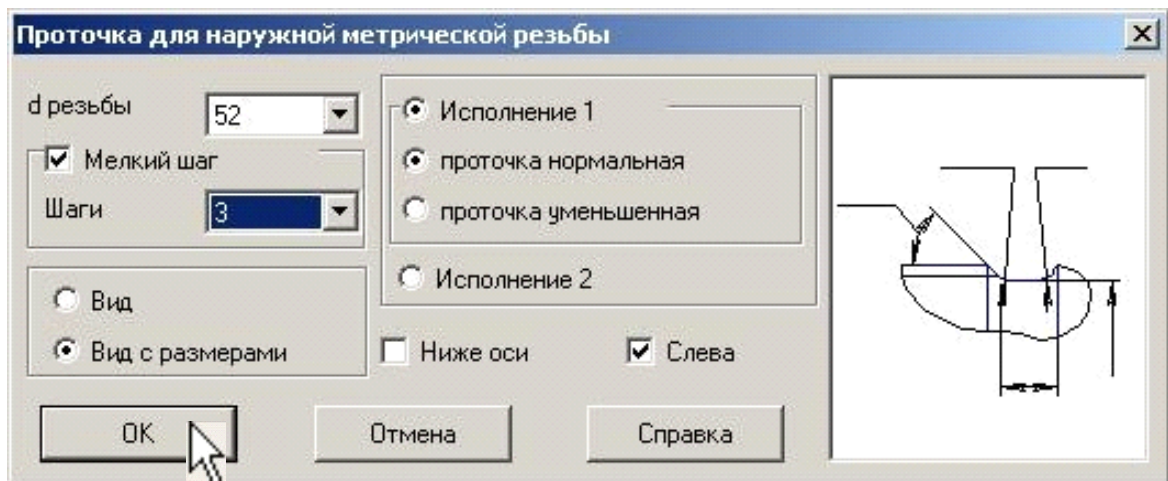

Рис. 7.16. Параметры проточки
- открываем Конструкторскую библиотеку, выбираем разделы «Конструктивные элементы – Проточки», далее выбираем проточку Для наружной метрической резьбы и устанавливая необходимые параметры проточки согласно рис. 7.16.